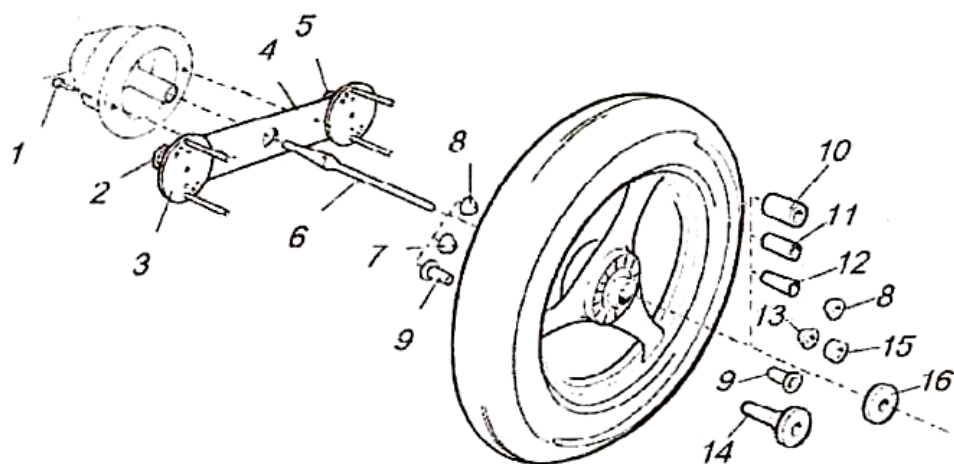

Рис. 8.
- Для центрирования колес BMW, имеющих конические подшипники, воспользоваться втулками BMW (см. рис. 8).